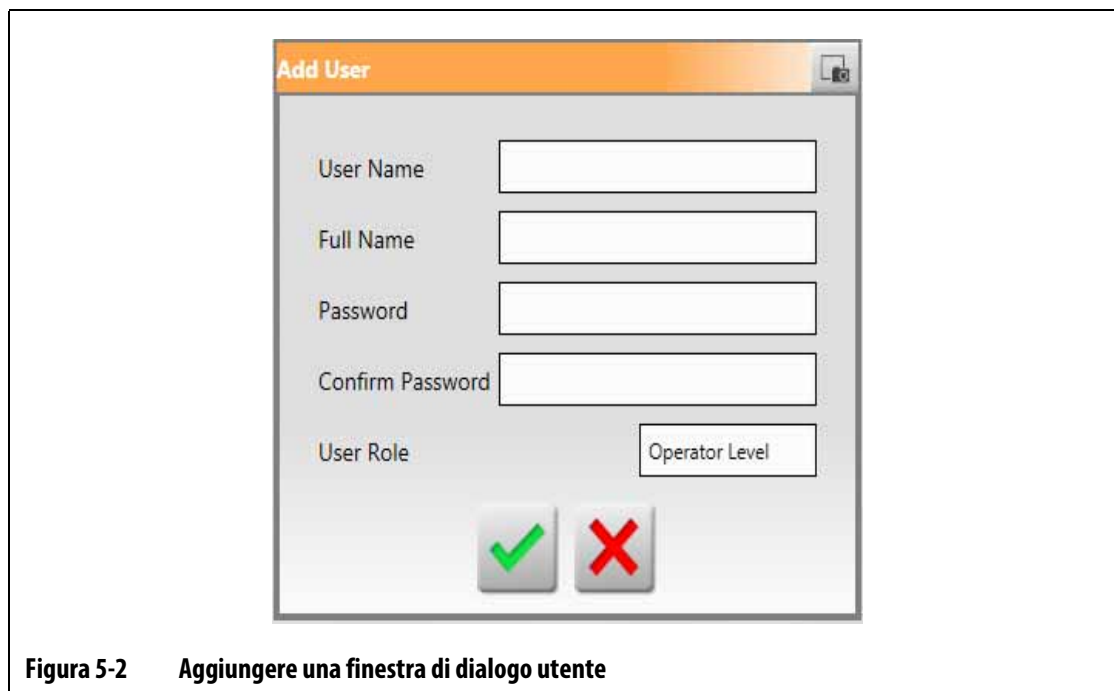

Figura 5-2 Aggiungere una finestra di dialogo utente
5. Inserisci o modifica le informazioni dell'utente nella finestra di dialogo che compare. La Figura 5-2 mostra la finestra di dialogo per aggiungere un utente.